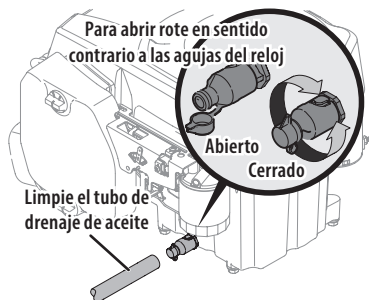

Figura 27
4. Abra la tapita protectora del extremo de la válvula de drenaje para visualizar el orificio de drenaje (Figura 27).